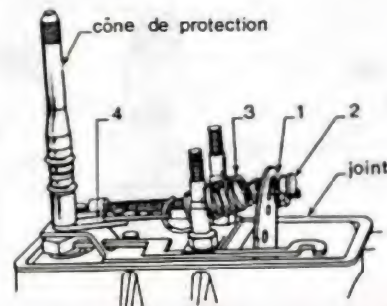

Fig. 30.
b) Enfiler le ressort de ralenti (1) sur son guide (2) et introduire ce guide dans le trou indiqué sur la fiche d'essai (fig. 30 et 33 bis).